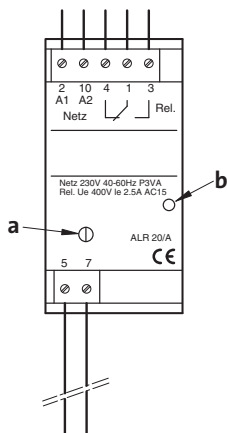
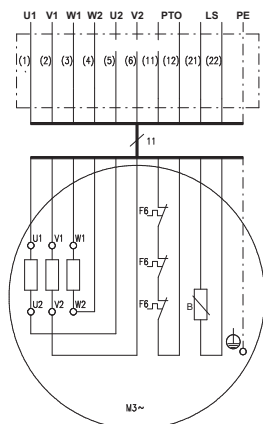

Рис. 25 Реле ALR 20/A
Рис. 27 Три термовыключателя
- Стандартные мешалки имеют три встроенных биметаллических термовыключателя РТО. См. рис. 27.
См. рис. 27, раздел 5.5 Схемы электрических соединений для SMG и SFG.
Если подключается реле ALR-20/A, то через датчик утечки будет протекать ток силой до 10 мА. Клеммы 5 и 7 на рис. 25 подключены к проводам 21 и 22 на рис. 27. В случае проникновения воды в масляную камеру сработает реле, т. е. появится аварийный сигнал и/или отключится электродвигатель.
См. рис. 27 или 28, раздел 5.5 *Схемы электрических соединений для SMG и SFG*.
При необходимости чувствительность реле ALR-20/A можно отрегулировать следующим образом. См. рис. 25.